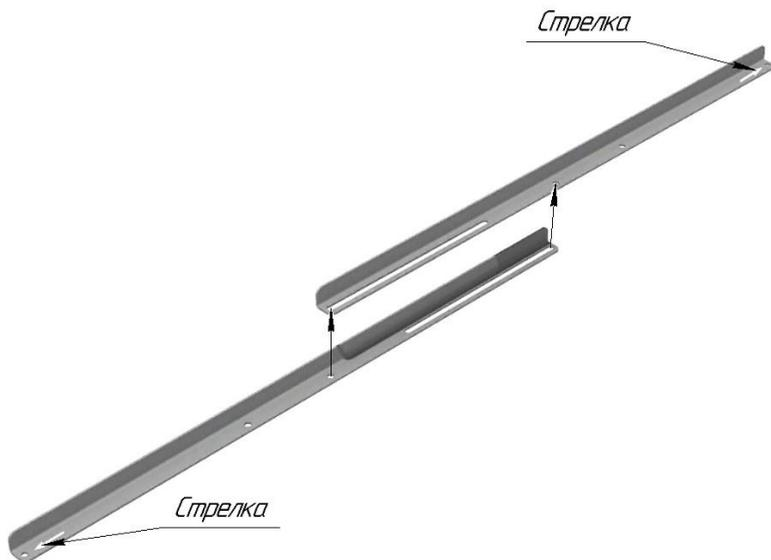

Рисунок 4
3. Соотнести отверстия на перемычках согласно **Рис.4**.